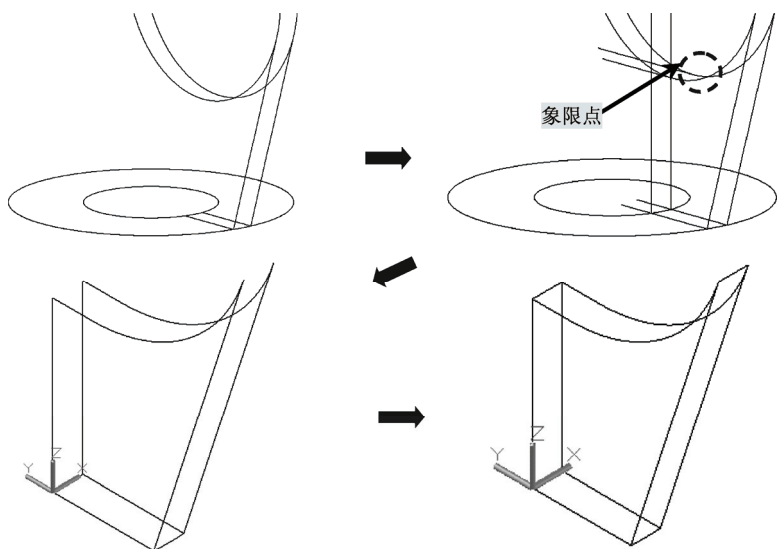

图 14-33 修剪线条
18) 将实体转换到“2”图层, 关闭“2”图层; 拉伸上一步复制的两条线条, 使之与 $\Phi 54$ 圆相交; 执行“直线”命令 (l), 以刚才拉伸的直线与 $\Phi 54$ 圆交点为起点, 向上绘制两条与 z 轴平行的直线; 以 $\Phi 96$ 圆下象限点, 为起点, 向左上绘制两条与 x 轴平行的直线, 与刚才绘制的直线相交; 执行“修剪”命令 (tr), 再执行“删除”命令 (e), 修剪删除掉多余的线条 (可利用“合并单元”命令, 且注意转换“用户坐标系”, 因为, 对于二维, 只能在 xy 平面上操作); 执行“直线”命令 (l), 连接直线段, 如图 14-33 所示。